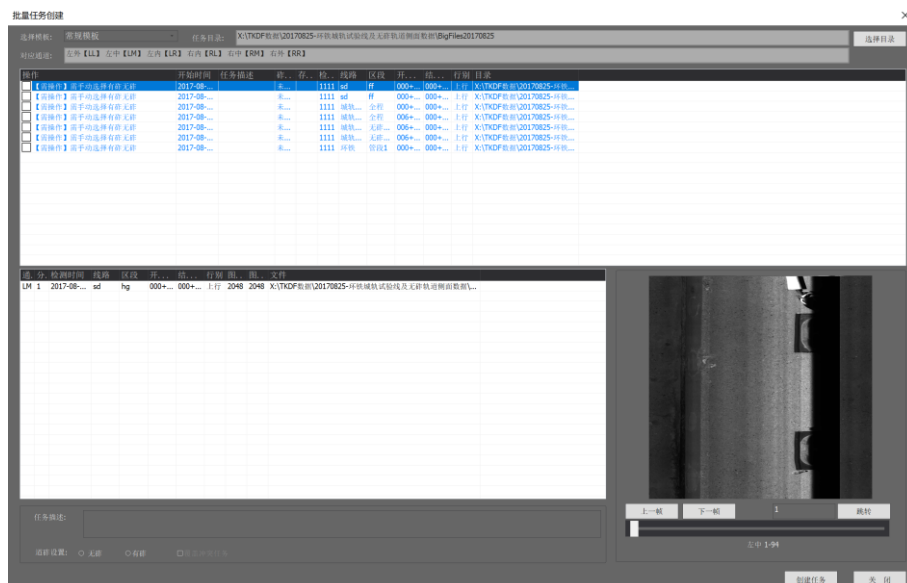

图 3.5-9 批量创建任务
b. 在图 3.5-9 中选择模板中选择数据通道模版。
d. 得到如图 3.5-9 任务列表，逐个设置任务的道砟，所有任务道砟设置完成后，点击“创建任务”，完成批量添加。